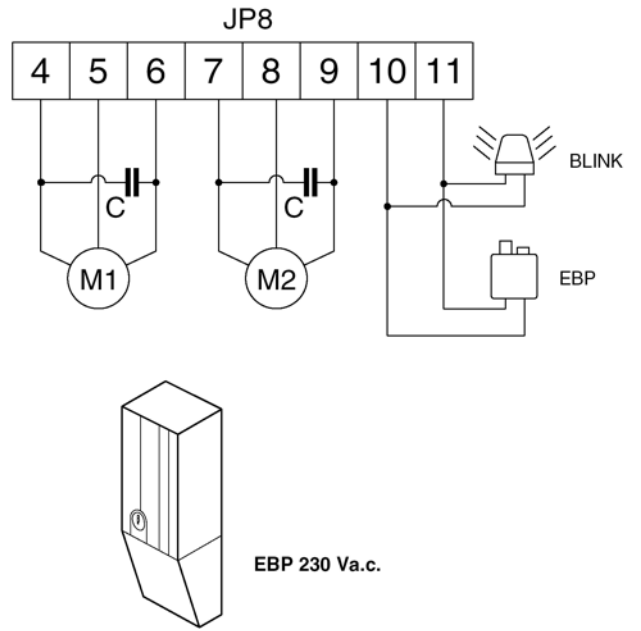

Fig. 16
- **CZY PRZY BRAMIE CAŁKOWICIE ZAMKNIĘTEJ, ODLEGŁOŚĆ POMIĘDZY NAKRĘTKĄ ŚRUBY POCIĄGOWEJ A OBUDOWĄ SIŁOWNIKA WYNOŚI CO NAJMNIEJ 12 MM (RYSUNEK 16)**